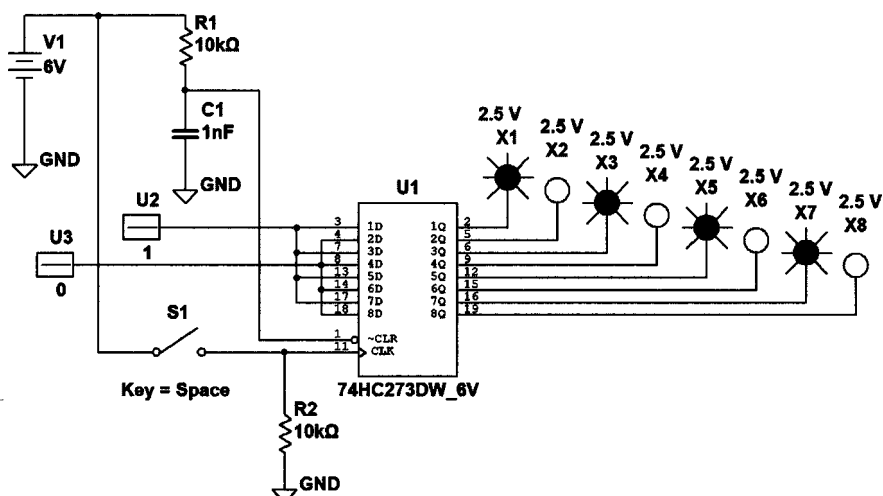

*Рис. 11.1. Параллельный регистр*
**Параллельные регистры** записывают данные и хранят их, позволяя прочитать данные при необходимости (**рис. 11.1**).